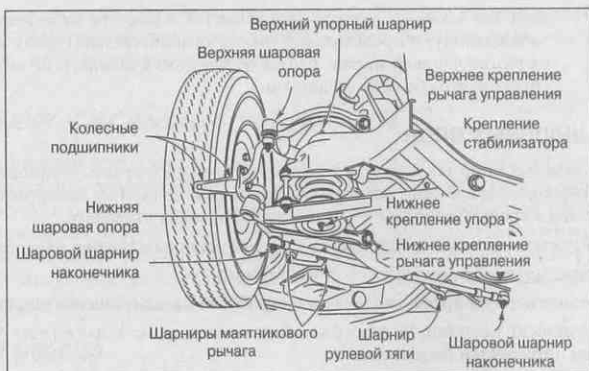

Рис. 16.4. Места смазки передней подвески
- ✓ **Перед тем как поехать на станцию технического обслуживания, попробуйте найти шаровые опоры самостоятельно, заглянув под передок вашего автомобиля.** Проследите за валом, который идет от одного колеса к другому. Точки смазки обычно находятся в верхней части рычагов, которые крепят колеса к **рулевому приводу (поворотные кулаки)**, и в центре, где сходятся наконечники. В некоторых моделях автомобилей можно найти от 8 до 10 таких точек смазки. А на других моделях их вообще нет. Но чаще всего их бывает от четырех до шести. На рис. 16.4 показаны точки смазки автомобиля.